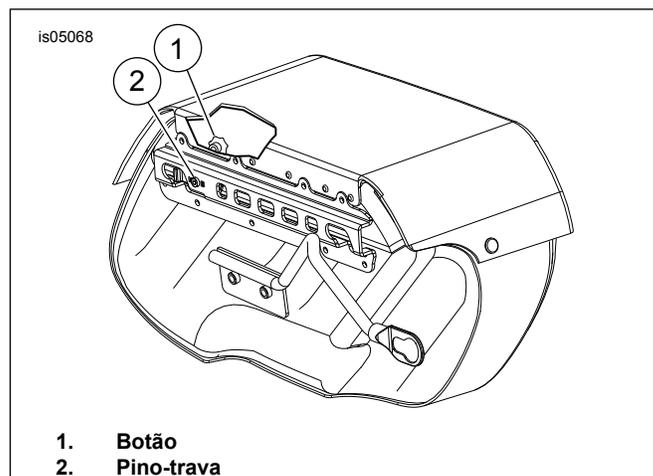

Figura 5. Botão e trava do alforje
3. Veja Figura 5. Da parte de dentro do alforje, puxe e gire o botão (1) 1/4 de volta e para que o pino-trava (2) liberará.